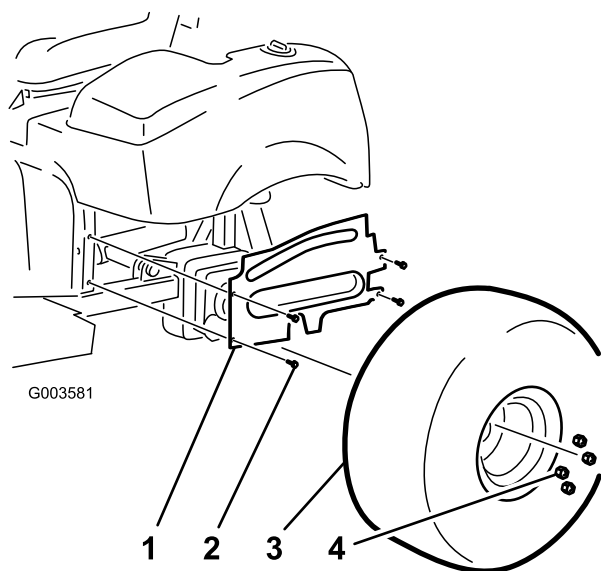

Figure 8
7. Montez le carénage de roue gauche sur le châssis avec les boulons à embase enlevés précédemment (Figure 8).
8. Montez la roue arrière gauche (Figure 8).